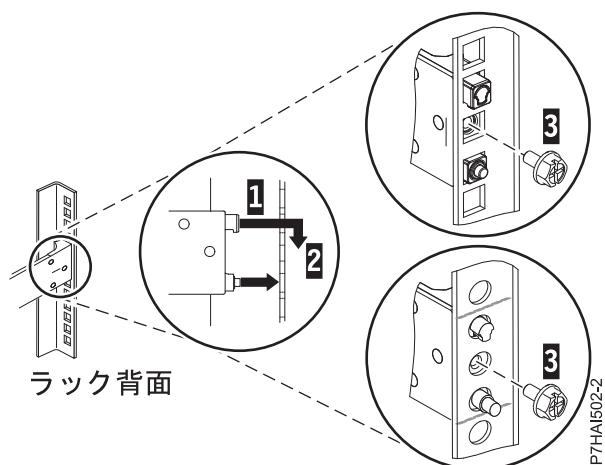

図3. ラック背面の穴へのピンの位置合わせおよび噛み合わせ
3. スライド・レールの後部にある 2 つのピンの位置を、事前にマークを付けた、選択済みの EIA 単位の最上段の穴と最下段の穴に合わせます。スライド・レールを手前に引いて、2 つのピンをラックの穴に挿入し (1)、スライド・レールを下方に下げて (2) 上部のピンのフック機構を噛み合わせます。詳しくは、5 ページの図 3 を参照してください。次のステップに進む前に、2 本のピンがラックの穴から出ていることを確認してください。